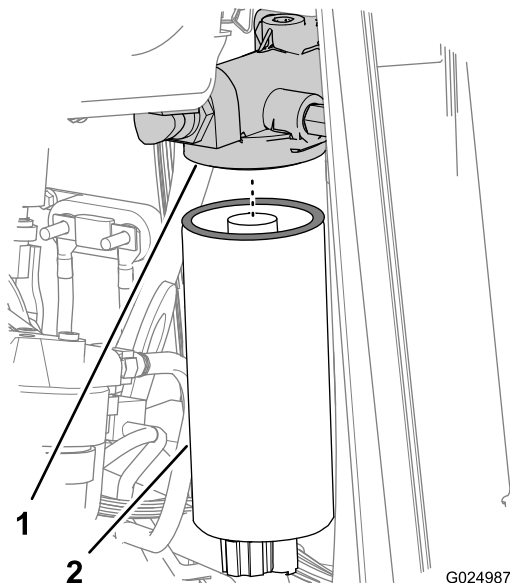
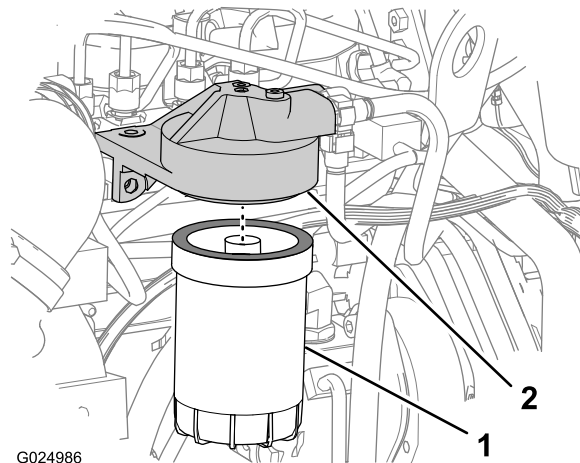

Figura 79
Figura 80
7. Solte e remova o filtro primário de combustível (Figura 79).
9. Solte e remova o filtro de combustível secundário (Figura 80).
1. Limpe as superfícies de vedação dos adaptadores de filtro para os filtros primário e secundário de combustível (Figura 79 e Figura 80).
3. Instale o filtro primário de combustível no adaptador de filtro e aperte o filtro até que a junta entre em contato com a superfície do cabeçote do filtro (Figura 79).
contato com a superfície do cabeçote do filtro (Figura 80).